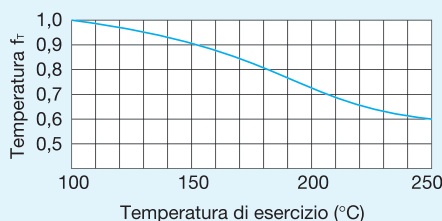

Fig. 3 - Fattore di temperatura (f_T)
- C : Capacità di carico dinamico (N)
- P_C : Carico dinamico radiale equivalente (N)
- f_T : Fattore di temperatura (Fig.3)